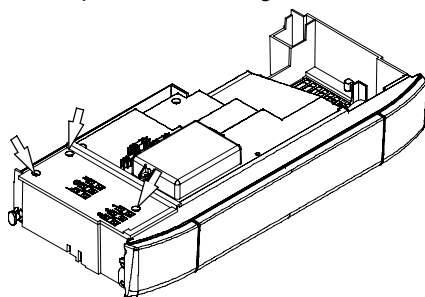

Figura 5.17
- Estrarre frontalmente il pannello comandi per accedere alla morsettiera di alimentazione. Svitare le viti e rimuovere il coperchio copri morsettiera Figura 5.17.